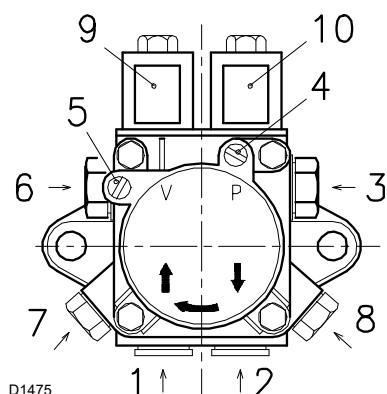

Fig. 18
Legenda (Fig. 18)
- Perché la pompa possa autoinnescarsi è indispensabile allentare una delle viti 4)-8)(Fig. 18) della pompa per sfatare l'aria contenuta nel tubo di aspirazione.
Per variare la pressione del 1° stadio agire sulla vite 6)(Fig. 18). Per variare la pressione del 2° stadio agire sulla vite 7)(Fig. 18). In alcuni abbinamenti può prodursi un fenomeno di pulsazione in 2° stadio con l'alta pressione; in questo caso ridurre la pressione di polverizzazione od usare ugelli a cono pieno e, se non si raggiunge la potenzialità desiderata, montare un ugello più grande.